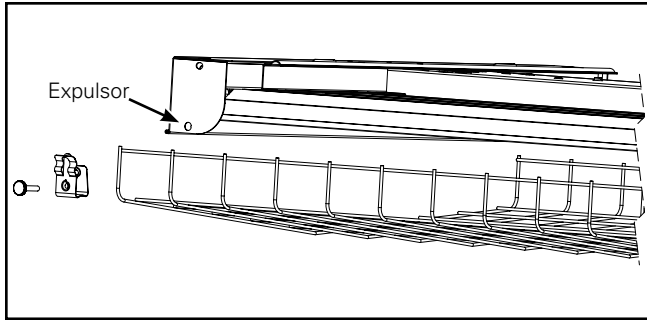

Figura 1.
1. Orificios preperforados de los expulsores (4 orificios en total) (Figura 1.).